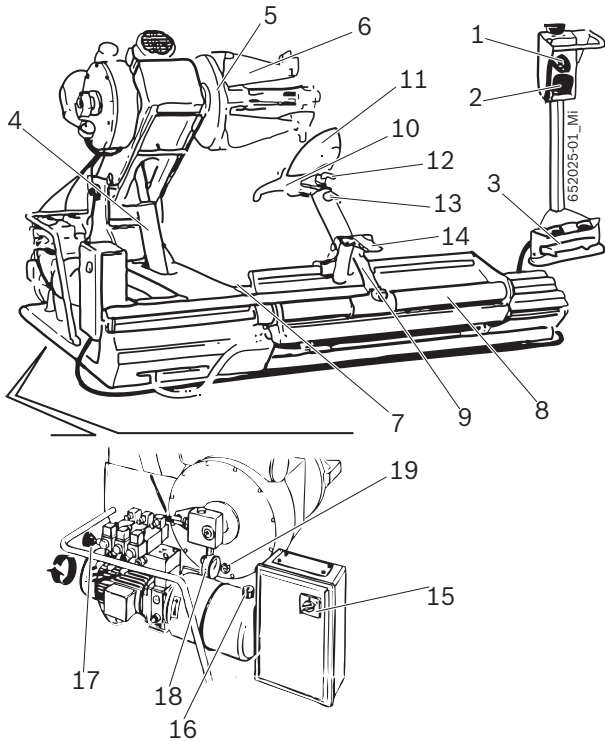

Fig. 1: TCE 5320
De opspanflens functioneert met behulp van hydraulisch circuit op hoge druk, af te stellen van 20 tot 130 bar, door de betreffende draaiknop te draaien (Fig. 1, pos. 17) en de waarde op de manometer (Fig. 1, pos. 18) af te lezen. De normale werkdruk is 130 bar. Bij zwakke of zeer dunne velgen is het nodig dergelijke druk te verminderen.
Voor banden met een diameter tot 800 mm of boven de 1500 mm, is het aangeraden de pen van het montagegereedschap (Fig. 1, pos. 12) eruit te halen en te plaatsen in het tweede gat.